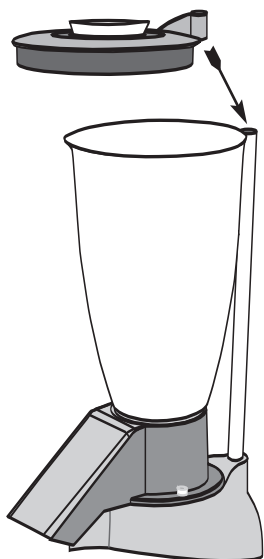
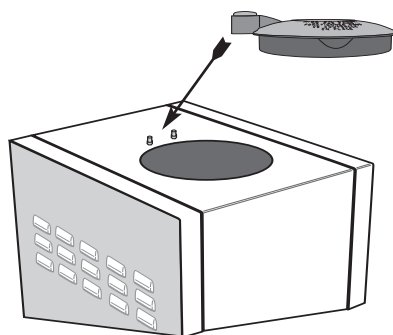

Fig. 5
Fig. 6
- 4 Per il modello V90, inserire il coperchio facendo combaciare il sensore magnetico con l'estremità dell'asta in acciaio (Fig. 5). Per il modello V100, inserire il coperchio posizionando il sensore magnetico tra le due viti di posizionamento (Fig. 6).